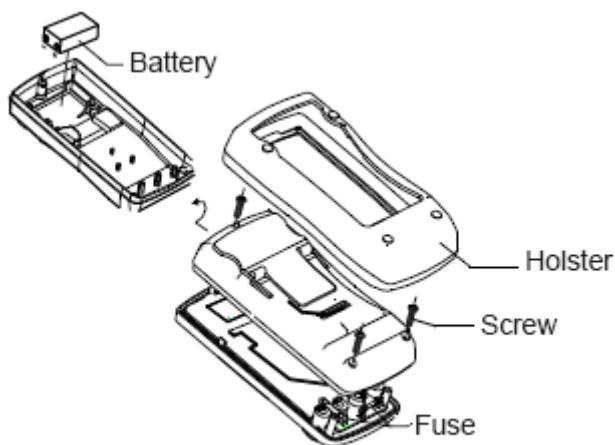

Fig. 10
B. Inlocuirea siguranta (vezi Fig. 10)
C. Inlocuirea baterie (vezi Fig. 10)